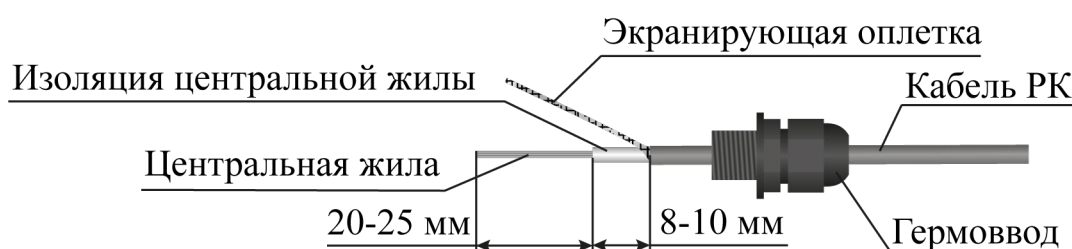

Рисунок 4.22
– на кабель РК надеть гермоввод, корпус муфты (рисунок 4.22);
- слегка затянуть накидную гайку гермоввода (рисунок 4.22);
- снять изоляцию центральной жилы, оставив 8 - 10 мм до края внешней изоляции (рисунок 4.22);
- обкусить центральную жилу, оставив 20 – 25 мм (рисунок 4.22)